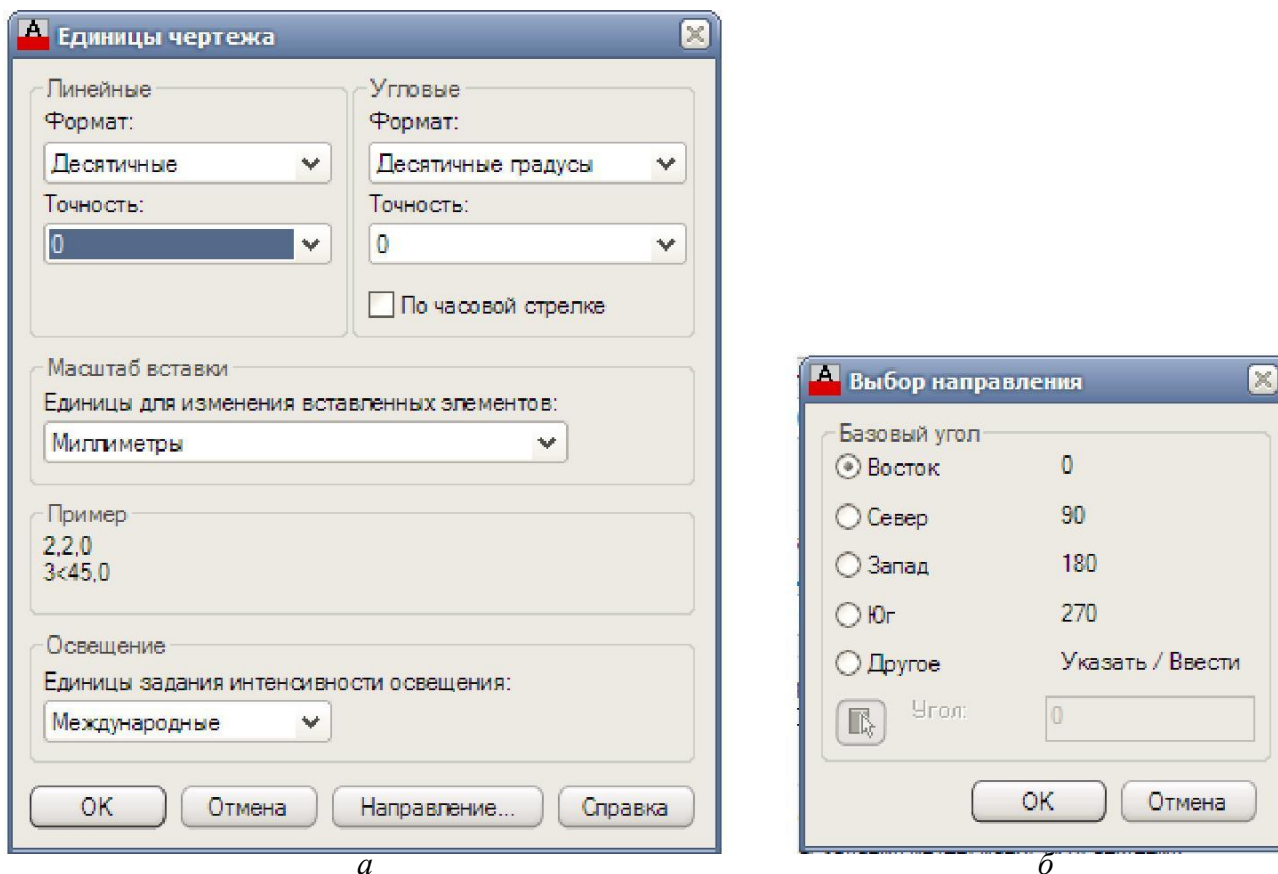

Рис. 1.7. Диалоговые окна для установки единиц измерения
**Единицы чертежа** при выборе пунктов меню **Формат (Format) → Единицы (Units)** (рис. 1.7, а).
**Выбор направления (Direction Control)** (рис. 1.7, б), в котором нужно выбрать то направление, которое будет соответствовать нулевому углу (обычно это **Восток (East)**), и щелкнуть на кнопке **ОК**. После этого в предыдущем окне нужно щелкнуть на кнопке **ОК**.